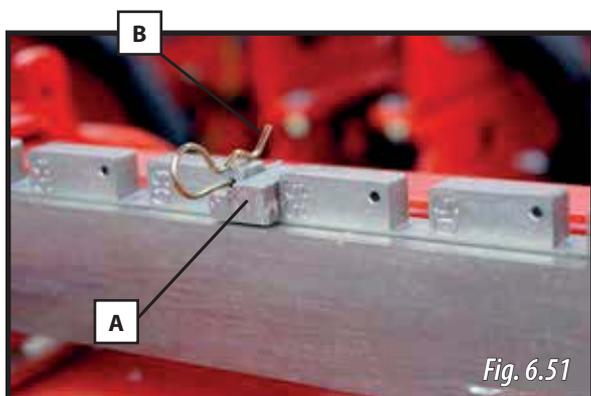

Fig. 6.51
Para regular la separación entre elementos, actuar sobre los topes de apertura (A, Fig. 6.51) de las astas como se indica a continuación:
- 1- Sacar los pasadores (B, Fig. 6.51) de los elemento y retirar los topes de apertura (A, Fig. 6.51).